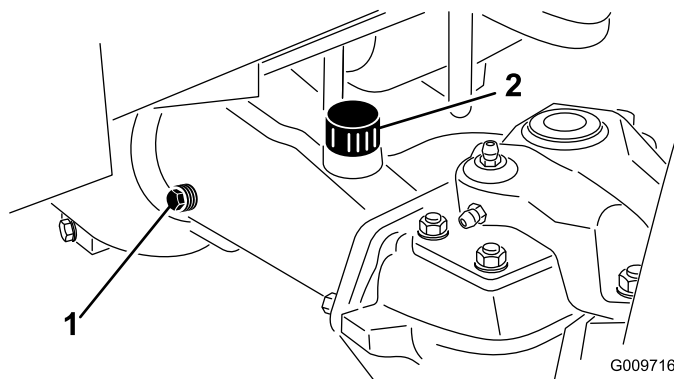

Figura 96
2. Retire un tapón de verificación de un extremo del eje (Figura 96) y asegúrese de que el aceite llega al borde inferior del orificio. Si el nivel es bajo, retire el tapón de llenado (Figura 96) y añada suficiente aceite para que el nivel llegue al borde inferior de los orificios de los tapones de verificación.